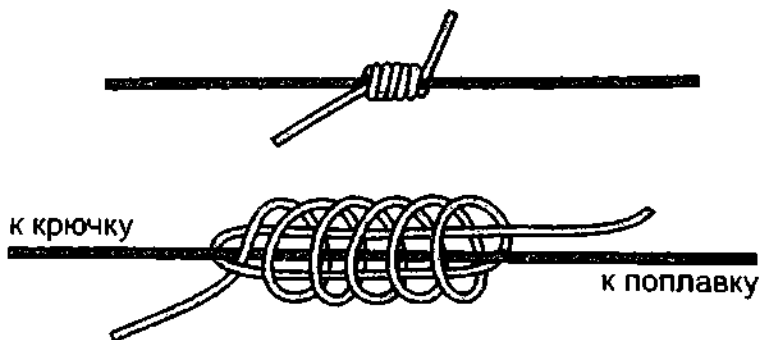

Рис. 96. *Францисканский узел на леске.*
**Францисканский узел** рыбаки также вяжут в качестве стопора для скользящего поплавка (рис. 96). Стопор прочно держится на леске и передвигается только тогда, когда это необходимо. Для того чтобы завязать узел, леску нужно сложить вдвое, и положить 5–6 шлагов, после чего конец пропускается в крайнюю петлю. **Францисканский узел** предпочтительней **рыбацкого стопорного узла**, так как он намного удобнее вяжется, ведь конец пропускается лишь в одну петельку, а не под все шлагаи, как у **рыбацкого стопорного узла**.